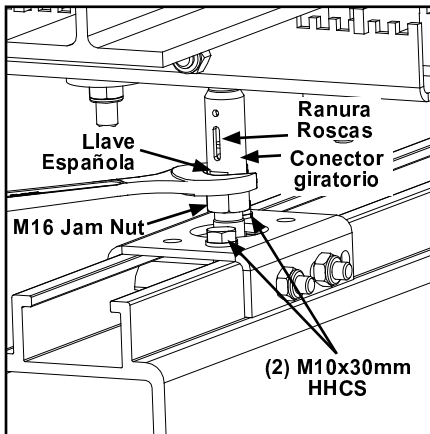

Figura 3-57
- Paso 2. Verifique que las roscas estén visibles en las ranuras cuando termine de nivelar el sistema. Vea Figura 3-57.
- Paso 4. Apriete dos (2) M10 x 30 mm HHCS para asegurar soporte de montaje al Riel. Apriete tornillos hasta que arandelas queden planas. No apriete de más. Vea Figura 3-57.
- Paso 5. Apriete Tuercas de bloqueo M16 en conector de varilla para asegurarlo. Vea Figura 3-57.